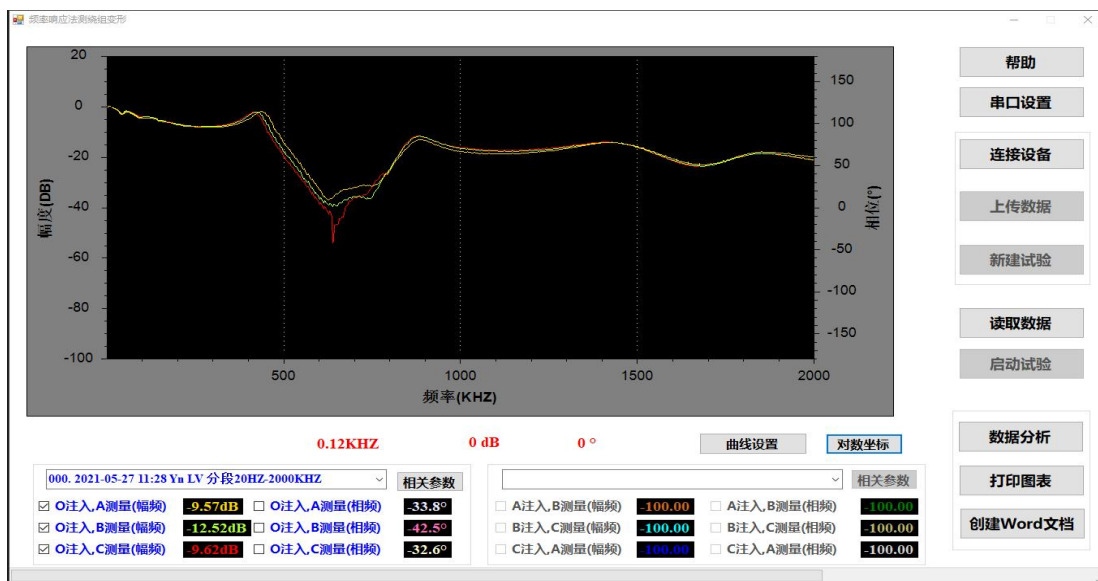

图 4.22 线性显示界面
(4) 点击“线性坐标”，出现图 4.22 所示界面，可以将曲线变成线性显示